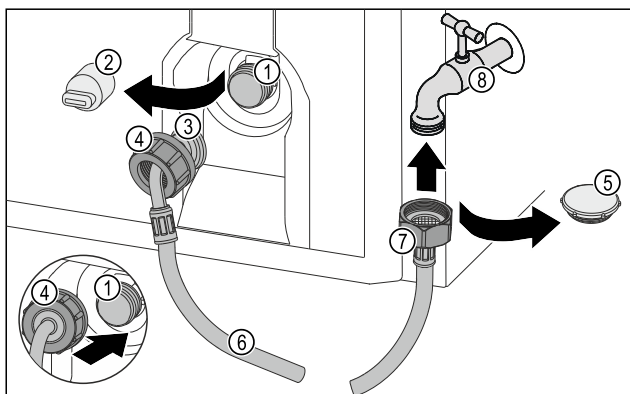

Fig. 22
- Uzavírací víčko Fig. 22 (5) odstraňte.
- Rovný konec hadice Fig. 22 (7) připojte k vodovodnímu kohoutku Fig. 22 (8).
- Utáhněte matici na rovném konci hadice Fig. 22 (7) ve směru hodinových ručiček.